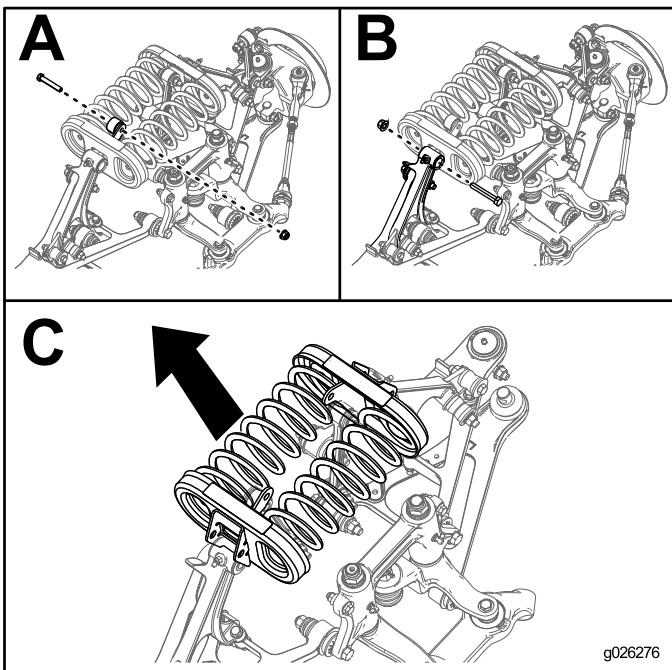

Figura 20
5. Retire los pernos y las tuercas de los extremos de los brazos de estabilización, según se muestra en Figura 20, A.
6. Retire los pernos y las tuercas del brazo de control que sujetan cada soporte de muelle, según se muestra en Figura 20, B.
7. Retire los soportes de los muelles y los muelles de la máquina, según se muestra en Figura 20, C.